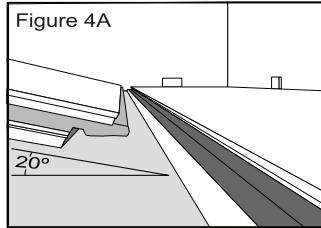

Figure 7
Step 7 – Continue laying the floor from left to right, as described in steps 1 through 6 (Fig. 7). Remove the short side tongue from any full planks used in starting a new row.
Paso 7 – Continúe instalando el piso de izquierda a derecha, como se describe en los Pasos 1 a 6 (Fig. 7). Retire la lengüeta del deslizador corto de todas las planchas completas que se usaron para comenzar una nueva fila.